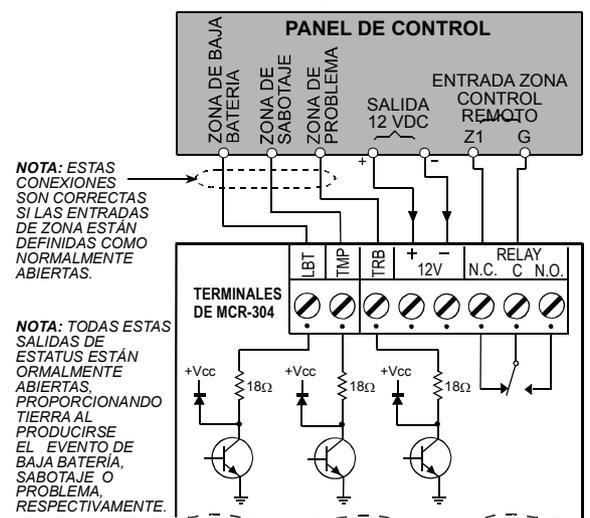

Figura 5. Diagrama General de Cableado
- Si se desea separar las alertas de estado, conecte cada salida de estado del MCR-304 (SABOTAJE, BAJA BATERÍA y PROBLEMA) a una zona de entrada separada en el panel de control, tal como ilustrado en la Figura 5.